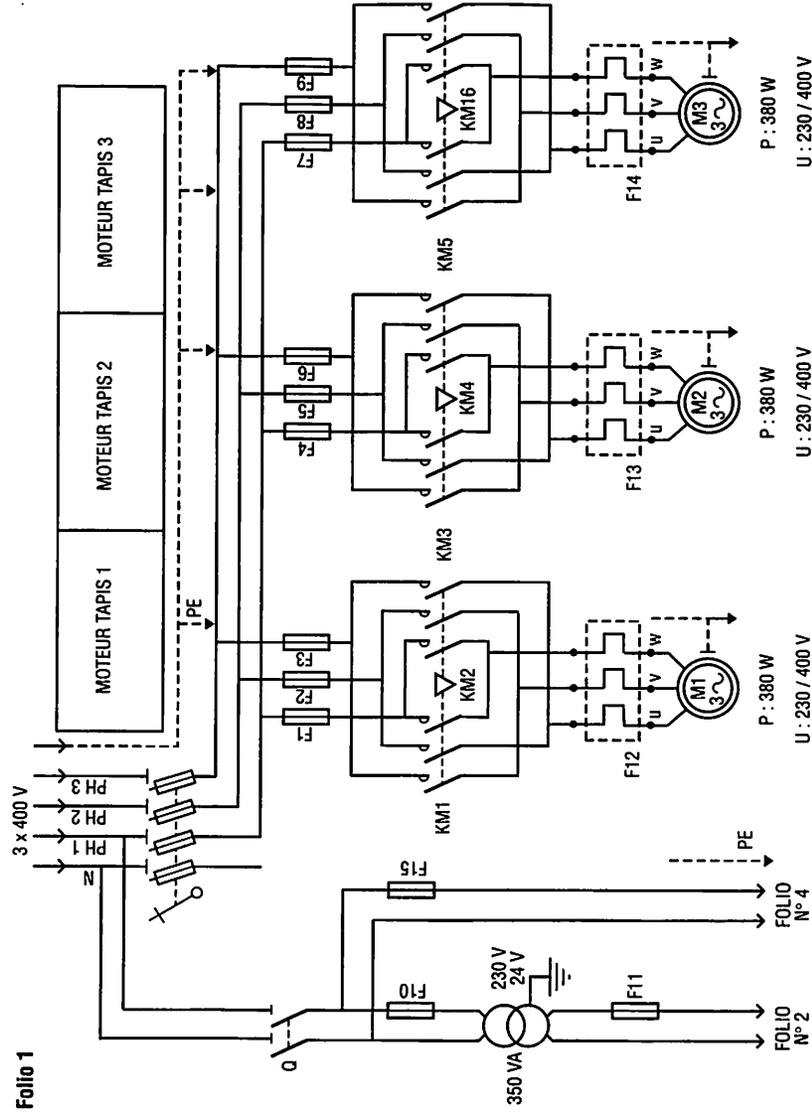

Fig. 20 : Schéma du circuit de puissance.
- le schéma du circuit de puissance (fig. 20),